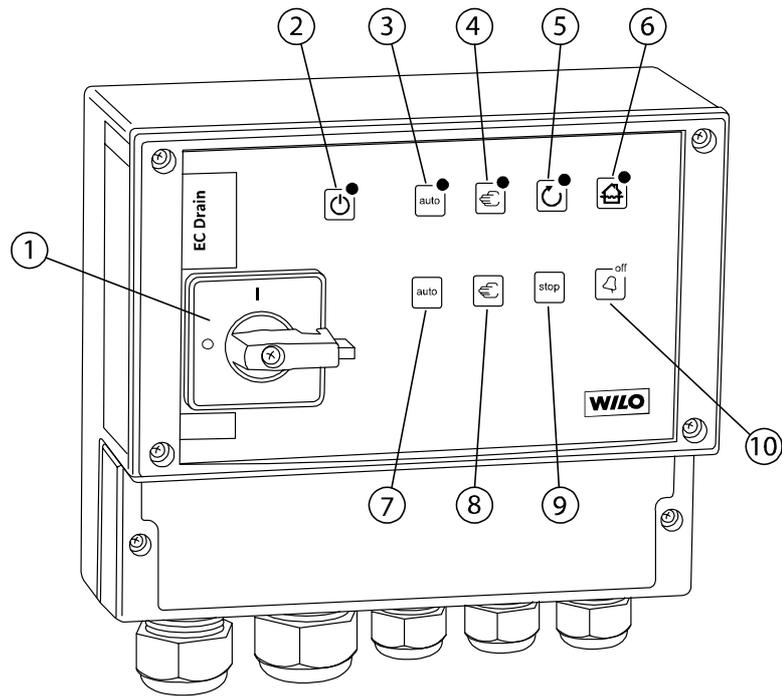
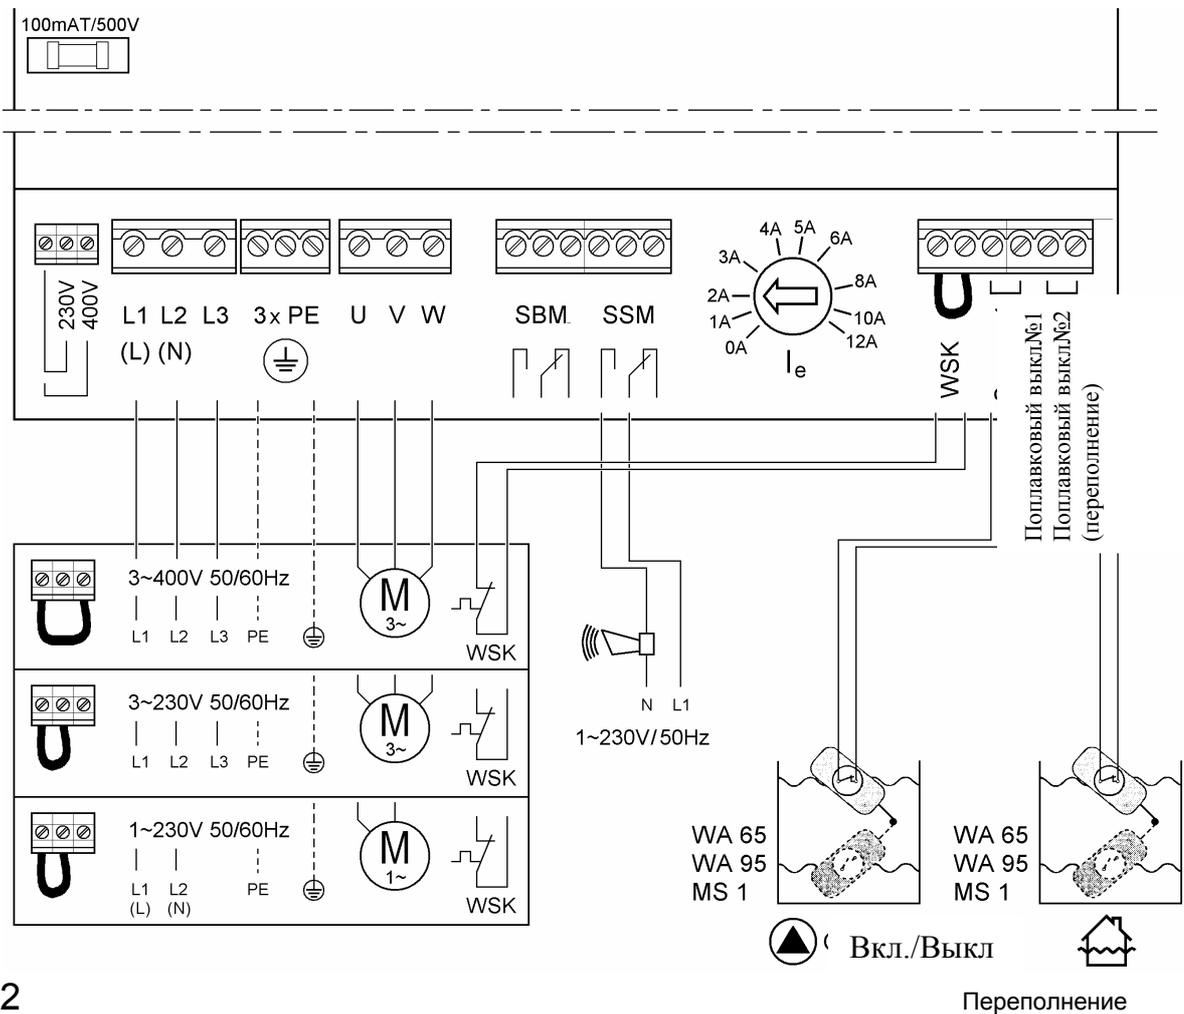

Рис. 1
Рис. 2
■ **Сигнал тревоги при переполнении**:Чтобы сигнал тревоги при переполнении мог срабатывать, необходимо подключить поплавковый выключатель (принадлежности) к клеммам (см.рис.2, поплавковый выключатель№ 2“).При срабатывании поплавкового выключателя на приборе горит индикатор (см.рис.1,Поз.6) и подается звуковой сигнал ,происходит принудительное включение насоса.
### 5.2 Электрическое соединение (см. рис. 2)
Клеммы для выбора напряжения согласно рис. 2 соединить на плате по схеме моста.
Клеммы для выбора напряжения согласно рис. 2 соединить на плате по схеме моста (заводская установка).